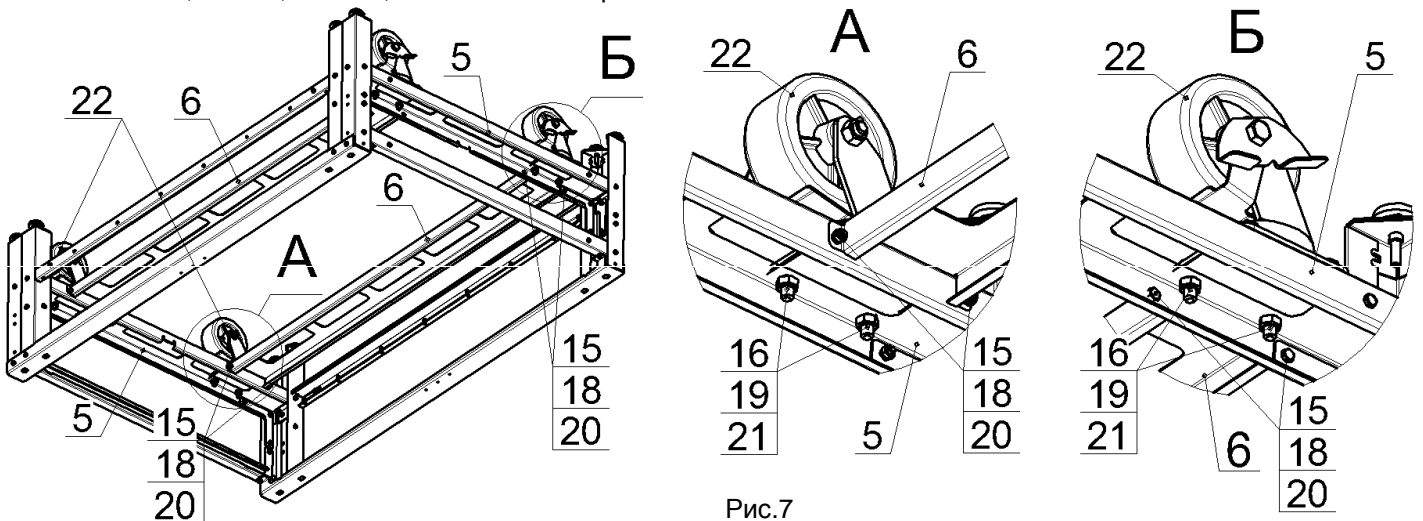

Рис.7
7. На профили боковые, нижние, поз.5 положить профили поперечные (1443 мм), поз.6 и закрепить их болтами М6, гайками и шайбами поз.15, 18 и 20, как показано на рис.7. Гайки не затягивать. Затем на профили поперечные, поз.6 установить колёса поворотные, поз.22 и закрепить их болтами М10, гайками и шайбами, поз.16, 19 и 21, как показано на рис.7. Гайки не затягивать:
Контролируя равенство диагоналей у подставки, окончательно затянуть все гайки М6 (поз.18). В первую очередь, затянуть гайки М6 крепления профилей поперечных, поз.6, к профилям боковым, нижним, поз.5 (смотри рис.7), затем окончательно затянуть все гайки М10 (поз.19) крепления колёс.